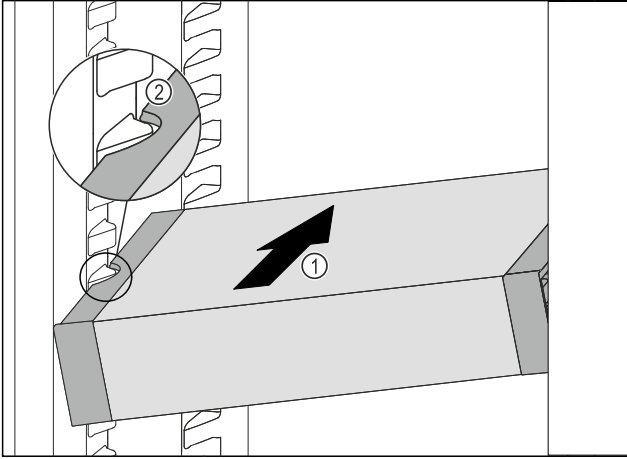

Fig. 96
- VarioSafe çekmecesini, VarioSafe çekmecesinin yandaki boşlukları Fig. 96 (2) soğutma bölümündeki yerleştirme çıkıntıları yüksekliğine gelene kadar eğik bir şekilde soğutma bölümüne sokun Fig. 96 (1).